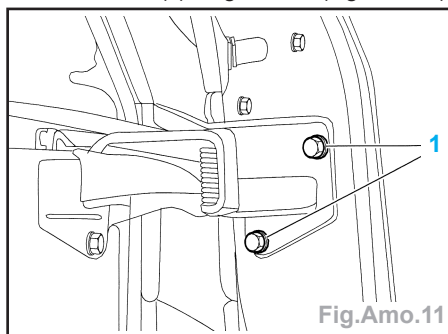

Fig.Amo.11
- les fixations (1) du guide AR (Fig.Amo.11),